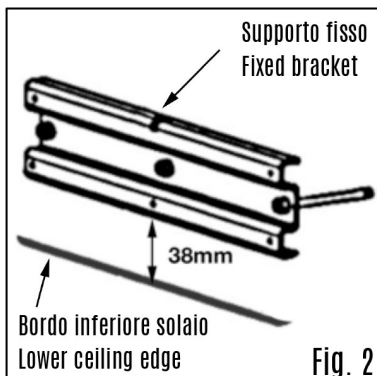

Fig. 2
2. Ancorare in bolla, al muro - parete o trave la piastra supporto fisso, tramite viti o fischer non forniti. Fare attenzione, il supporto fisso sarà fissato a 38mm dal bordo inferiore del solaio.(Fig.2)
2. Level anchor the plate support to the wall or beam, with screws or fischer not supplied. Pay attention the fixed bracket will be fixed at 38mm from the lower edge of the ceiling.(Fig.2)